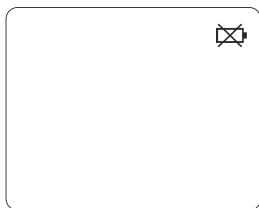

Рисунок 9.
1. При появлении в правом верхнем углу ЖК-дисплея значка  замените батарею (См. рис. 9).
2. Сдвиньте крышку отсека батареи вниз, как показано на рис. 9.